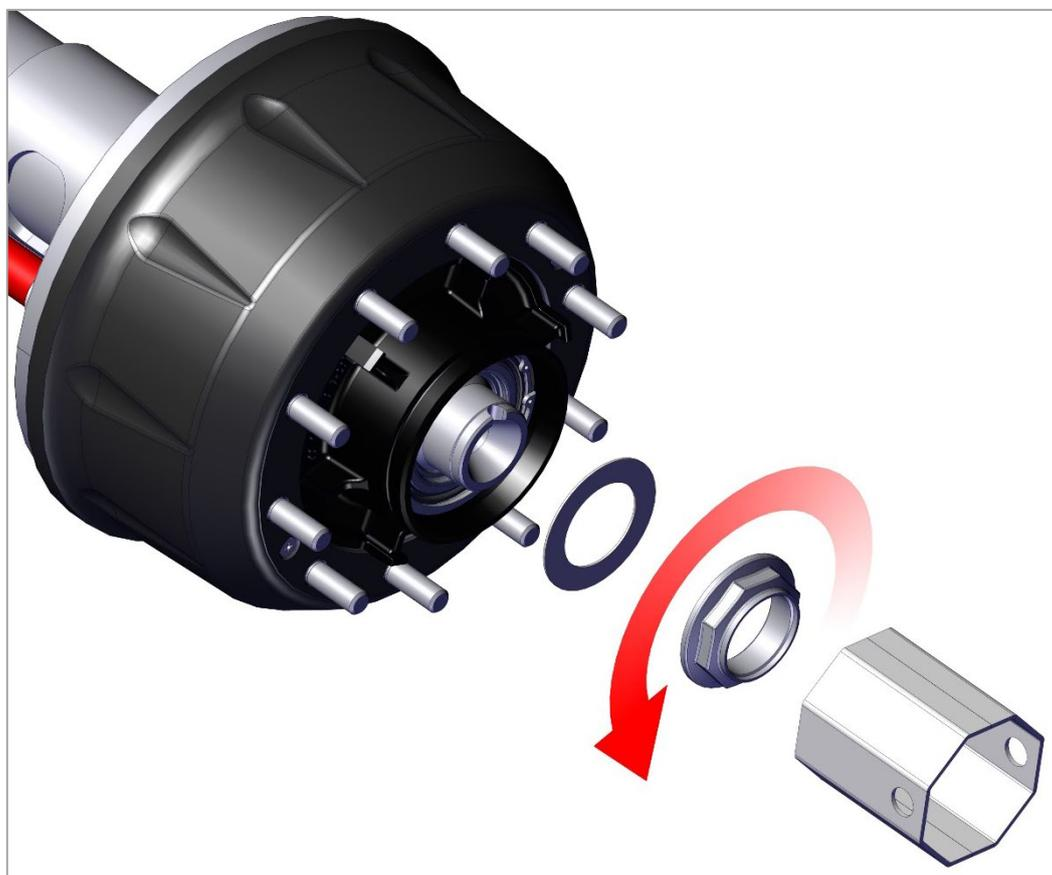

Рис. 7.1. Снятие гайки подшипников
2) Отверните гайку подшипников ступицы и снимите упорную шайбу (рис. 7.1).